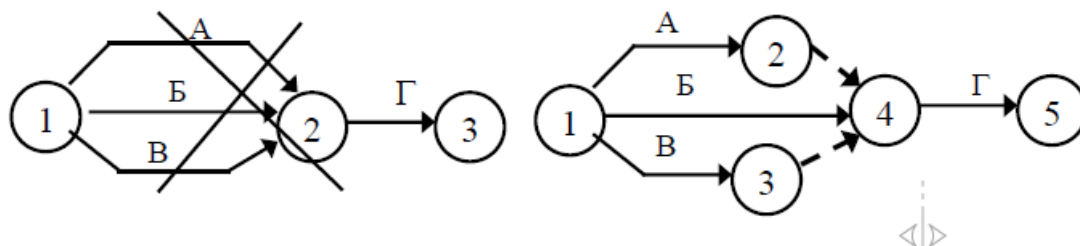

Рисунок 13 – Правило построения стрелочной диаграммы 5
5. При построении параллельных работ, т. е. когда одно событие служит началом двух или более работ, заканчивающихся другим событием, вводится дополнительное событие и зависимость. Таким образом, в стрелочных графах для избежания неоднозначности используются фиктивные операции идентификации (рис.13).